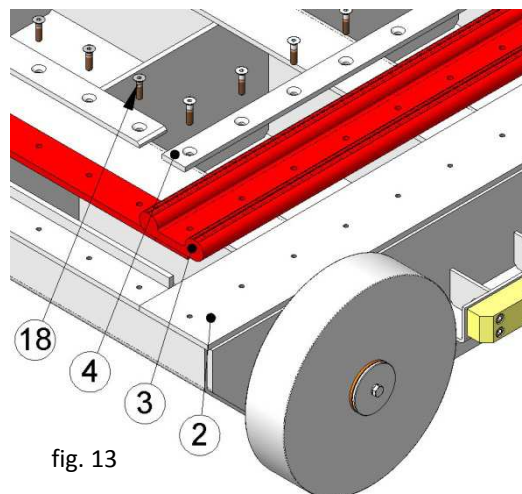

fig. 13
6. Collocare di nuovo le flange (4) fissando la guarnizione (3). È importante che sia le guarnizioni laterali che quella inferiore sporgano di circa cinque millimetri dalla parte inferiore della paratoia (2) per poter realizzare la chiusura inferiore correttamente. Verificare che siano bene montate e avvitarle.
**Nota:** I numeri tra parentesi, fanno riferimento alla fig. 13.